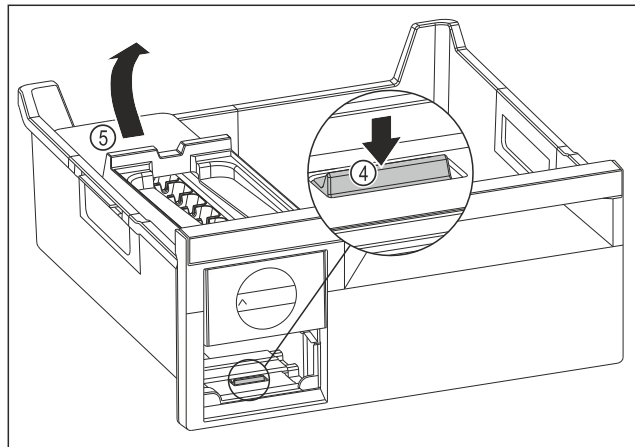

Fig. 82
- EasyTwist-Ice-corpus wegnemen: Strip Fig. 82 (4) met uw vinger omlaag drukken en gelijktijdig met de andere hand de EasyTwist-Ice-corpus Fig. 82 (5) van achteren optillen.